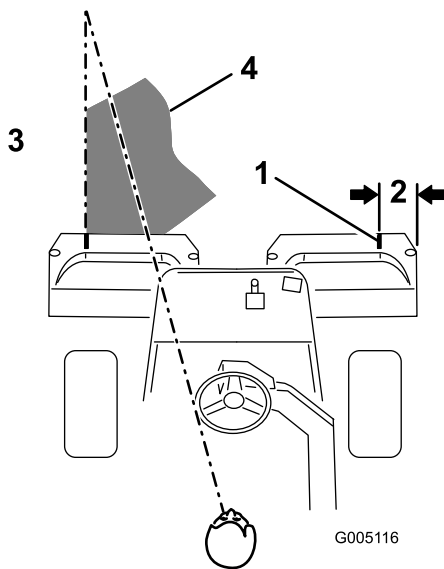

Bild 29
**Hinweis:** Damit Sie in einer möglichst geraden Linie über die Grüns fahren und einen gleichmäßigen Abstand zum zuvor gemähten Bereich einhalten, sollten Sie sich eine imaginäre Sichtlinie ungefähr 1,8 m bis 3 m vor der Maschine bis zum Rand des noch ungemähten Teil des Grüns vorstellen (Bild 29). Schließen Sie die äußere Kante des Lenkrads in die Sichtlinie mit ein, d. h. halten Sie die Kante des Lenkrads mit einer Stelle ausgefluchtet, die immer im gleichen Abstand von der Vorderseite der Maschine bleibt.